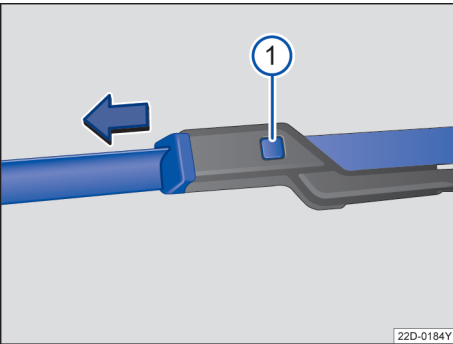

图 140 更换风窗刮水器刮水片
- 按住分离按钮→ 图 140 ① 同时沿图示箭头方向拉出刮水片。